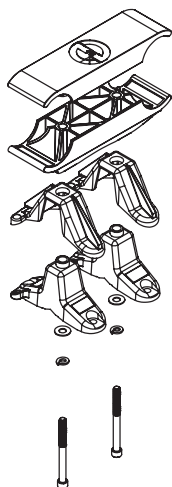

Figura 3
4. Coloque o **Grampo do Tubo Inferior** no topo dos tubos e, usando uma **chave hexagonal de 6 mm (1/4")**, fixe o **Grampo de Montagem** com **Parafusos King de 3,5 pol.**, conforme mostrado na **Figura 3**
2. Coloque o **Grampo do Tubo Inferior** sobre os tubos e fixe-o com o **Grampo de Montagem** e um **Parafuso King Bolt de 8,9 cm (3,5")**, conforme mostrado na **Figura 3**